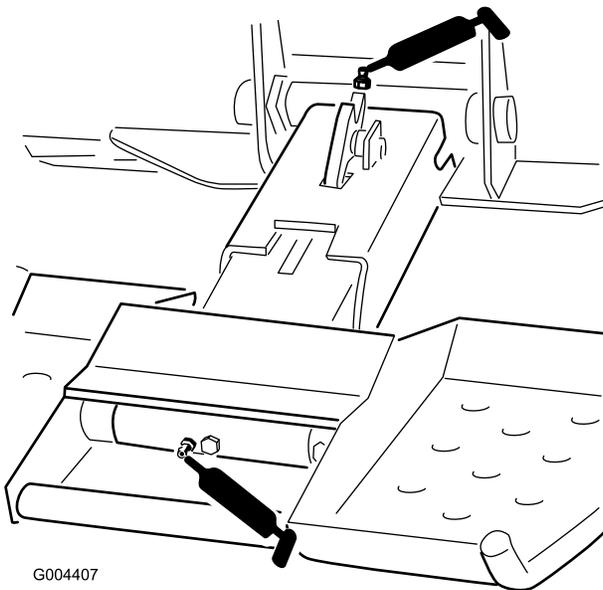

Figura 12
3. Conecte una pistola de engrasar a cada punto de engrase (Figura 12).